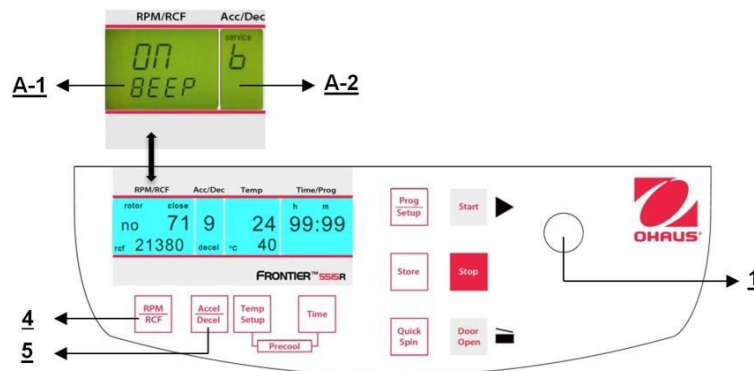

Figure. 38
Poursuivre conformément à la description du paragraphe 4.1. 1 pour entrer dans ce mode de programme et appuyer ensuite sur la touche "**Accel/Decel**" (5). Sur l'affichage "**Acc/Dec**" (A-2), le mot "**Service**" clignote. Sélectionner maintenant la lettre "**B**" avec le bouton de réglage (1). Ceci entraîne l'apparition des mots "**ON/BEEP**" sur l'affichage "**RPM | RCF**" (A-1). Après avoir appuyé sur la touche "**RPM | RCF**" (4), l'utilisateur peut mettre le son du clavier sur Marche ou sur Arrêt avec le bouton de réglage (1). (voir la figure 38)